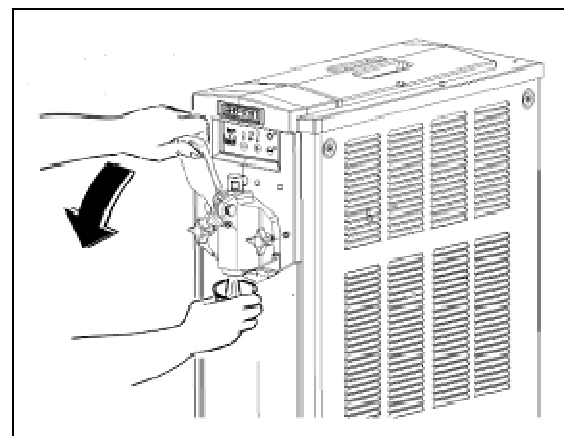

Abb. 33
- Zum Zapfen von Eis, einen Becher unter den Zapfhahn stellen und den Hebel ziehen, wie in Abbildung 33 dargestellt. Die Schnecke wird wieder in Betrieb gesetzt, um das Zapfen zu erleichtern.